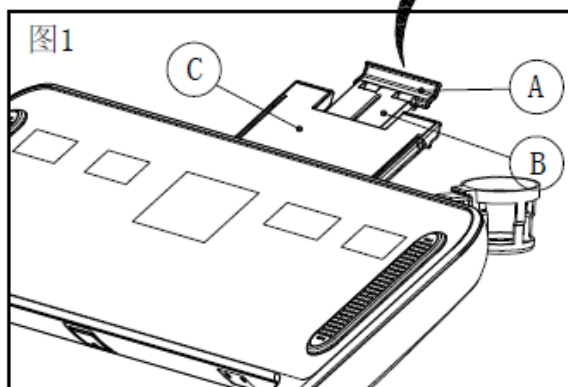

图1
1. Verbind de onderste kabels zoals getoond in afbeelding 1: